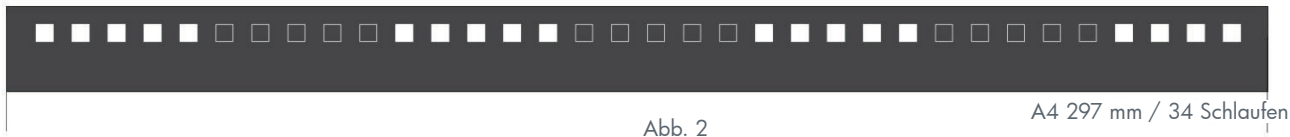

Abb. 2
- ▲ Stellen Sie den Papieranschlag auf das richtige Format ein (siehe Abb. 2).